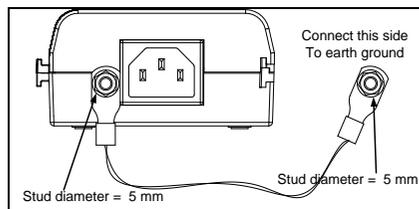

Abbildung 2: Anschluss des Stift an die Erdung
- ◆ Verbinden Sie die Dateneingangsbuchse (Input) mit dem Steckverteiler des Ethernet-Netzwerkschalters und die Daten- und Stromausgangsbuchse (Output) mit dem Terminal. Verbinden Sie die Schraubverbindung des Gehäuses mit der Gehäuse-Infrastruktur, wie in Abbildung 2 gezeigt.